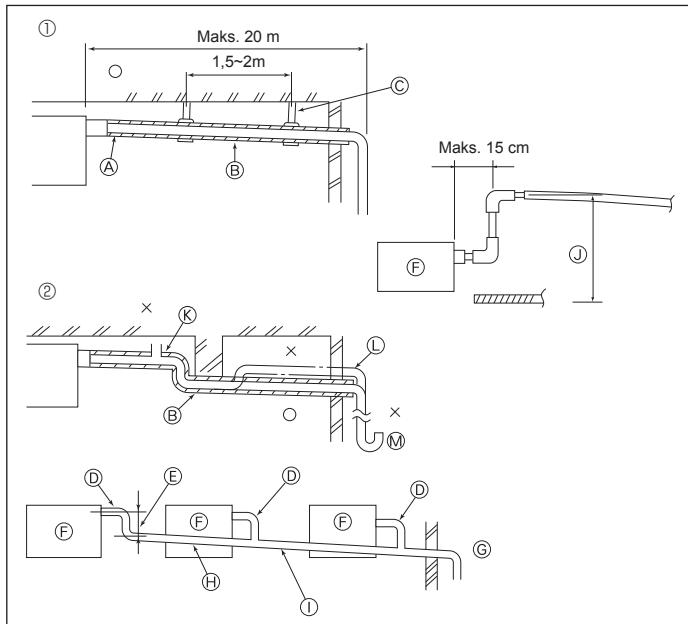

Fig. 3-4
3.4. Føring af drænrør (Fig. 3-4)
- ① Korrekt rørføring
- ② Forkert rørføring